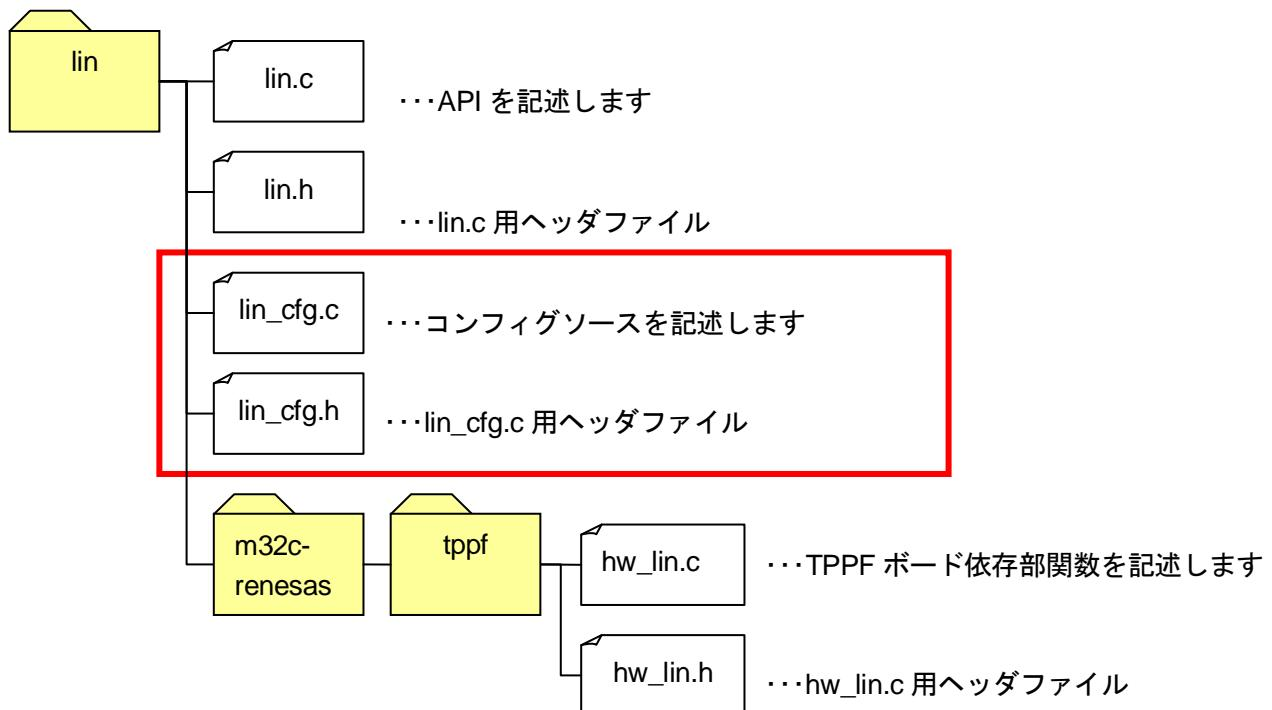

図 10.3-2. ディレクトリ・ファイル構成
10.2.2製作の環境準備で追加をした LIN デバイスドライバ用のフォルダ内に図 10.3-2 の枠で示した 2 ファイルを追加します。以下にスケジュールテーブル構築手順について示します。